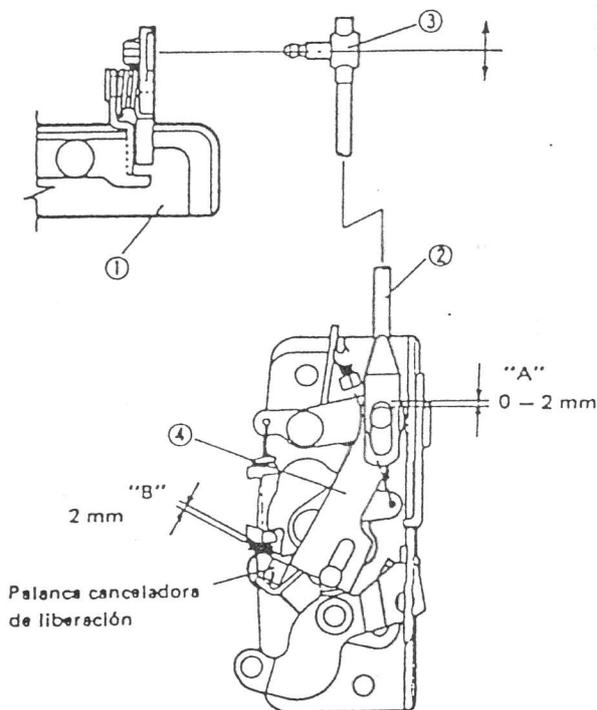

Fig. 20-2.2
Al instalar la varilla de apertura (2) en la manilla de apertura exterior (1), ajuste la holgura "A" a 0 - 2 mm y la "B" a 2 mm girando la junta (3) de ajuste, como se observa en la Fig. 20-2-2.
Después de reinstalar el percusor o la cerradura de la puerta, ajuste la dimensión "C" de la Fig. 20-2.2 a 1,0 mm moviendo el percusor hacia arriba y abajo.